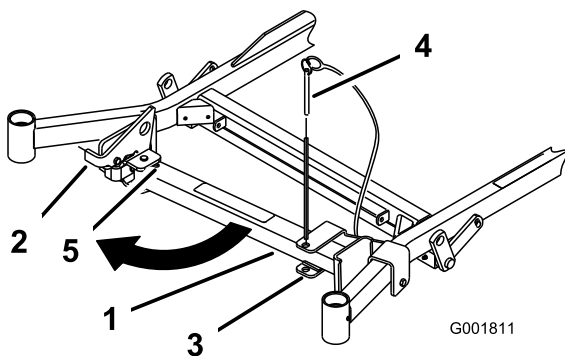
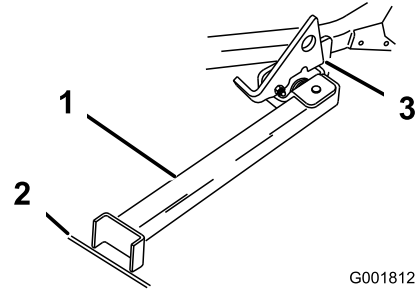

Figura 42
Figura 43
2. Togliete il perno dalla staffa (Figura 42).
4. Portate il piede del supporto sul davanti e spostatelo verso la macchina, nell'intaglio inferiore (Figura 42 e Figura 43).
5. Mettete a terra il piede del supporto e appoggiate il dispositivo di chiusura sull'aletta orientabile (Figura 43).
Nota: Per ottenere risultati ottimali, appoggiate il piede del supporto nelle fessure del marciapiede o nel tappeto erboso (Figura 43).
7. Guidate la macchina sul supporto. Fermatevi quando il dispositivo di chiusura cade sull'aletta e si chiude (Figura 43).
5. Riportate il supporto in posizione di riposo (Figura 42).